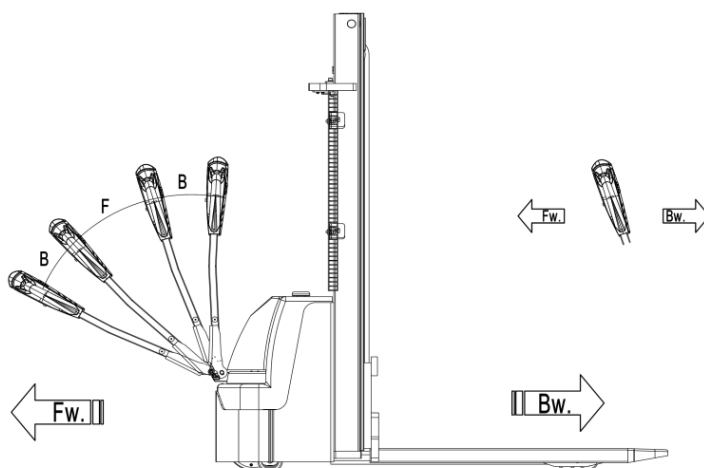

Рис.13: Направления движения
После того, как проведен запуск штабелера, и аварийная кнопка поднята, переведите ручку управления в рабочее положение («F», рис. 13).
Отклоните маховики управления в нужном направлении «вперед» («Fw», рис. 13) или «назад» («Bw», рис. 13).
- Штабелер тормозит, если ручку управления перевести в верхнее или нижнее положение к точкам торможения («В», рис. 13). При отпускании рукоять управления автоматически возвращается в верхнее положение к точке торможения («В», рис. 13). Штабелер будет тормозить, пока не остановится.
- Кнопка противоотката (безопасности) (рис. 9, поз. 12) защищает оператора от получения повреждений и травм. Если эта кнопка включена, штабелер притормаживает и/или начинает движение в противоположном направлении («Bw», рис. 13) на небольшое расстояние и останавливается. Необходимо помнить, что эта кнопка действует, даже если штабелер не едет, но ручка управления находится в рабочем положении.